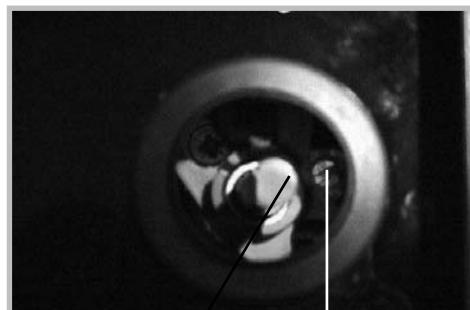

Fig. 4
- ⇒ Com uma chave de fendas de ponta chata **enrosque bem** o parafuso de latão de redução do fluxo de saída de gás (amarelos) (**fig. 4**), **no sentido dos ponteiros de um relógio**.